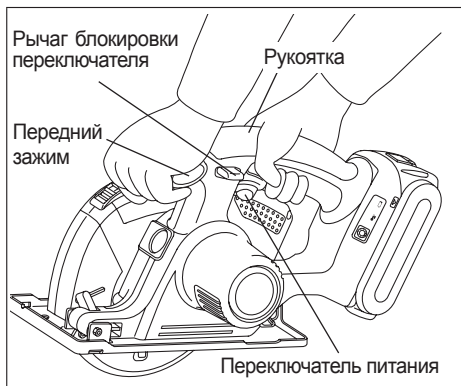

Рис. 8
Удерживайте инструмент обеими руками. (См. Рис. 8) Не пытайтесь удалять отрезанный материал, пока полотно пилы еще движется.
- Всегда держите рукоятку одной рукой и передний зажим другой. (См. Рис.8) Сохраняйте крепкий захват и полностью нажмите переключатель.